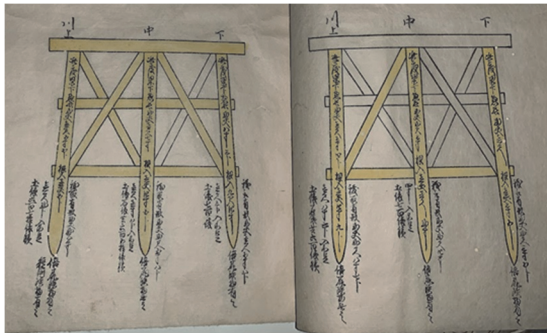

図3 矢矧橋掛直下廻絵図(石田茂富氏蔵)
一方「矢作御橋記録」「矢作神社絵馬(写真5)」「矢矧橋掛直下廻絵図(石田茂富氏蔵)(図3)」他などから、⑥延享2(1745)年以後の矢作橋の橋脚杭列数はすべて3本であることがわかりました。後年になると3本杭が定着したようです。
下廻絵図(石田茂富氏蔵)(図3)」をみると、杭列は3本です。このことから、この有名な浮世絵の矢作橋は実際と異なる構造に描かれていることがわかります。